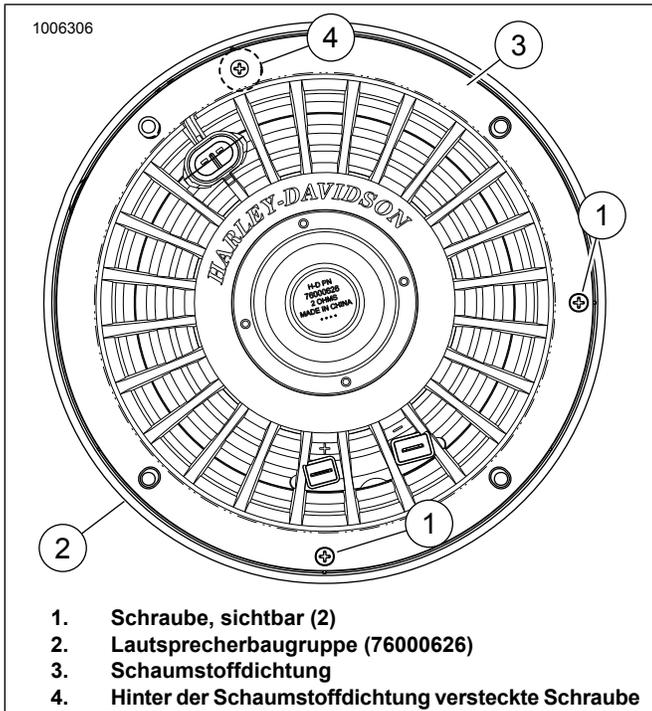
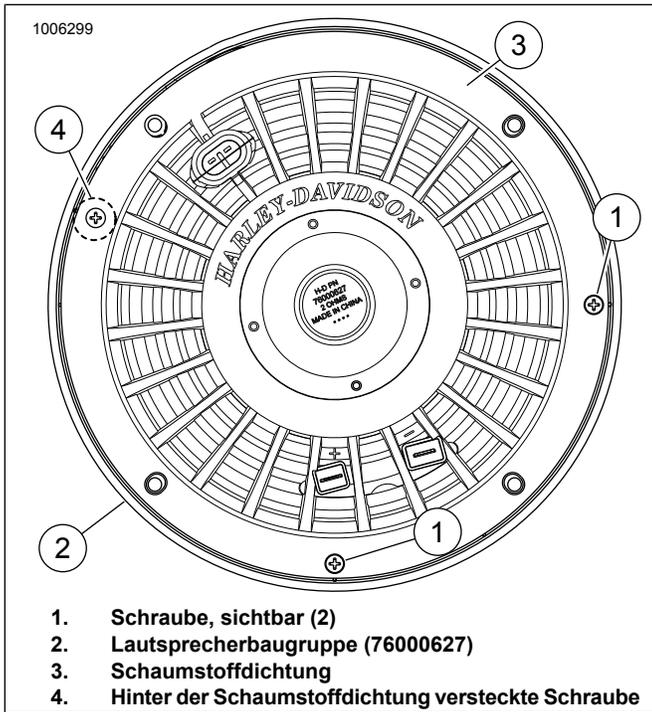

Abbildung 11. Linke Stage II-Lautsprecherbaugruppe
Abbildung 12. Rechte Stage II-Lautsprecherbaugruppe
Siehe Abbildung 11. und Abbildung 12. Die unter dem Schaumstoff versteckte Schraube (4) finden. Vorsichtig mit einem Universalmesser über der Schraube ein kleines „X“ in den Schaumstoff schneiden.